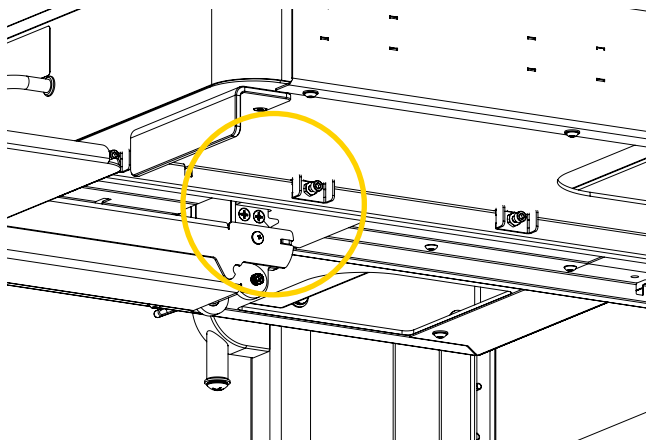

Figure 16: Serrage des vis d'ajustement (3 de 3)
- E. Tirer le plateau pour le rétracter et aligner le boîtier de roulements à billes du plateau pour clavier vis à vis la deuxième vis d'ajustement (Figure 16), puis serrer la vis jusqu'à ce que vous commenciez à ressentir une résistance à l'aide d'une clé hexagonale 5/32 po et serrer l'écrou 1/2 à 1 tour complet à l'aide d'une clé 3/8 po.